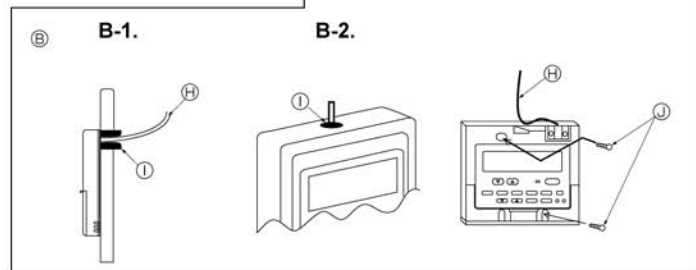

Fig. 4-2
(2) Obstruer l'entrée de service du câble de télécommande de mastic pour éviter toute éventuelle pénétration de gouttes de rosée, d'eau, de cafards ou d'insectes. (Fig. 4-2)
[Fig. 4-2]